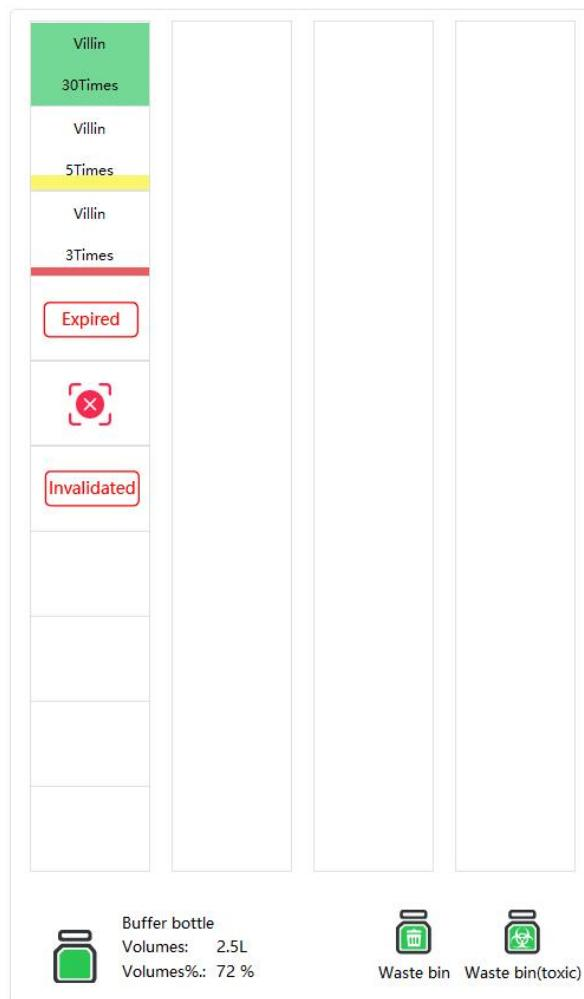

Figura 3-10 Posições do Reagente
- (2) Após a conclusão da digitalização automática do reagente, o instrumento lerá e exibirá as informações da etiqueta RFID, incluindo abreviação do reagente, quantidade restante e número de utilizações restantes, conforme mostrado na Figura 3-10.